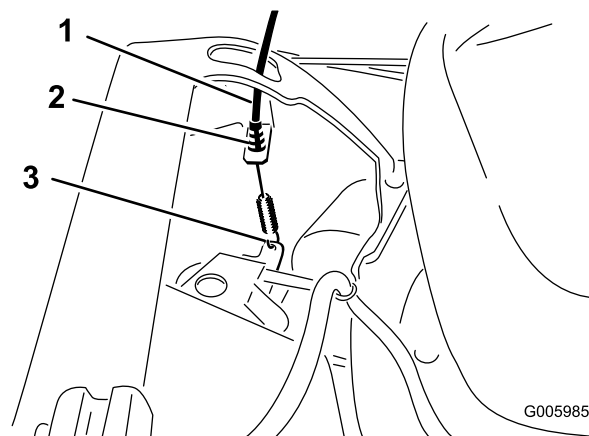

Figure 7
4. Faites passer le câble d'autotraction à l'extérieur du guidon, puis dans l'ouverture du côté gauche du carter et attachez l'extrémité du câble (Figure 7).